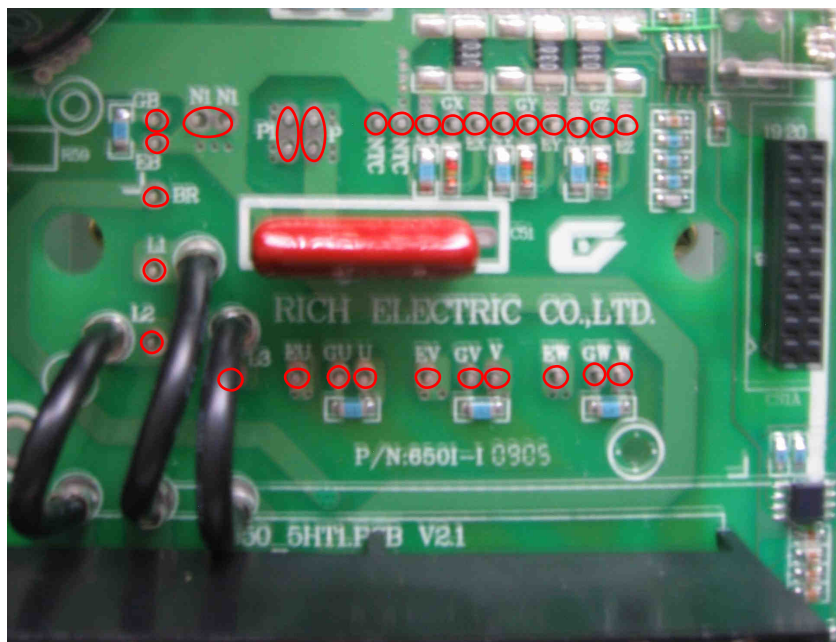

Рис. 7.3
7.2.5. Паять 32 контакта матрицы (рис. 7.3).